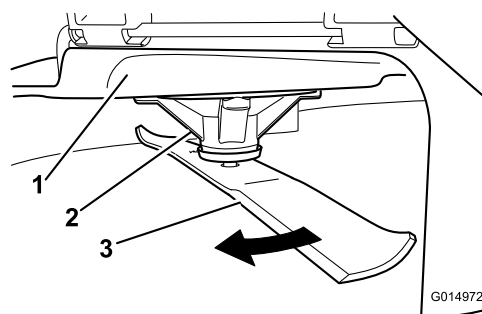

Figure 60
2. Enfilez des gants épais ou utilisez une autre protection adéquate pour les mains, et faites tourner la lame lentement jusqu'à une position permettant de mesurer correctement la distance entre le tranchant et la surface plane sur laquelle se trouve la machine (Figure 60).